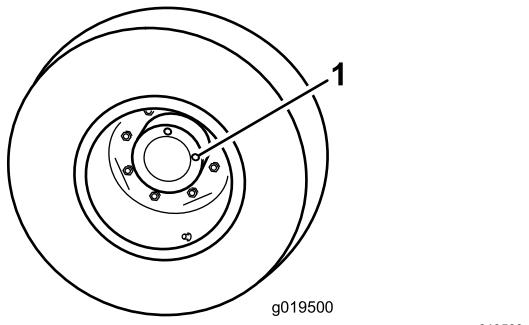

Figura 80
- Con la rueda colocada de modo que un tapón de verificación esté en la posición de las 12 y el otro en la posición de las 3 (Figura 80), aparque la máquina en una superficie nivelada, accione el freno de estacionamiento, baje las carcchas del cortacésped, apague el motor y retire la llave.
- Tapón de verificación/drenaje (2)
- Retire el tapón de la posición de las 3 (Figura 80).